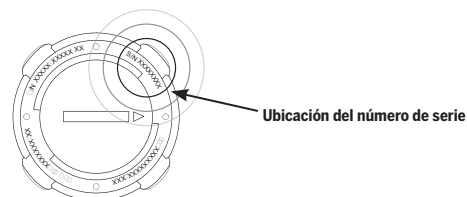

Ilustración 2: ubicación del número de serie del controlador InfoKey
1. Busque el número de serie que empieza por S/N detrás del controlador InfoKey (ubicado bajo el anillo de la protección, consulte la **ilustración 2**).